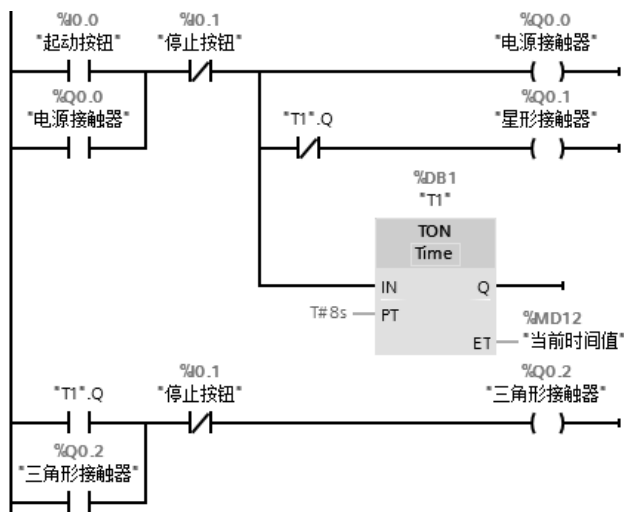
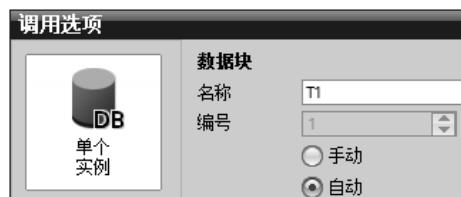

图 2-25 梯形图
图 2-26 生成定时器的背景数据块
按下起动按钮 I0.0, Q0.0 和 Q0.1 同时变为 1 状态 (见图 2-25 中的梯形图), 使 KM1 和 KM2 同时动作, 电动机按星形接线方式运行, 定时器 TON 的 IN 输入端为 1 状态, 开始定时。8s 后定时器的定时时间到, 其输出位 “T1”.Q 的常闭触点断开, 使 Q0.1 和 KM2 的线圈断电。“T1”.Q 的常开触点闭合, 使 Q0.2 和 KM3 的线圈通电, 电动机改为三角形接线方式运行。按下停车按钮, 梯形图中 I0.1 的常闭触点断开, 使 KM1 和 KM3 的线圈断电, 电动机停止运行。过载时 I0.1 的常闭触点也会断开, 使电动机停机。
选中图 2-25 中 I0.1 的常闭触点右边的水平线, 依次单击按钮、按钮和按钮, 出现图中 Q0.1 线圈所在的支路。
S7-1200/1500 使用的 IEC 定时器和计数器属于函数块 (FB), 在调用它们时, 需要生成对应的背景数据块。选中图 2-25 中 “T1”.Q 的常闭触点左边的水平线, 单击按钮, 然后打开指令列表中的文件夹 “定时器操作”, 双击其中的接通延时定时器 TON, 出现图 2-26 中的 “调用选项” 对话框, 将数据块默认的名称改为 “T1”。单击 “确定” 按钮, 生成指令 TON 的背景数据块 DB1。S7-1200 的定时器和计数器没有编号, 可以用背景数据块的名称来作它们的标识符。
生成定时器时, 也可以将收藏夹的 图标拖拽到指定的位置, 单击出现的图标中的问号, 再单击图标中出现的 按钮, 用出现的下拉式列表选中 TON, 或者直接输入 TON。可以用这个方法输入任意的指令。选中最左边的垂直 “电源线”, 单击 按钮, 生成图 2-25 中用 “T1”.Q 和 I0.1 控制 Q0.2 的电路。